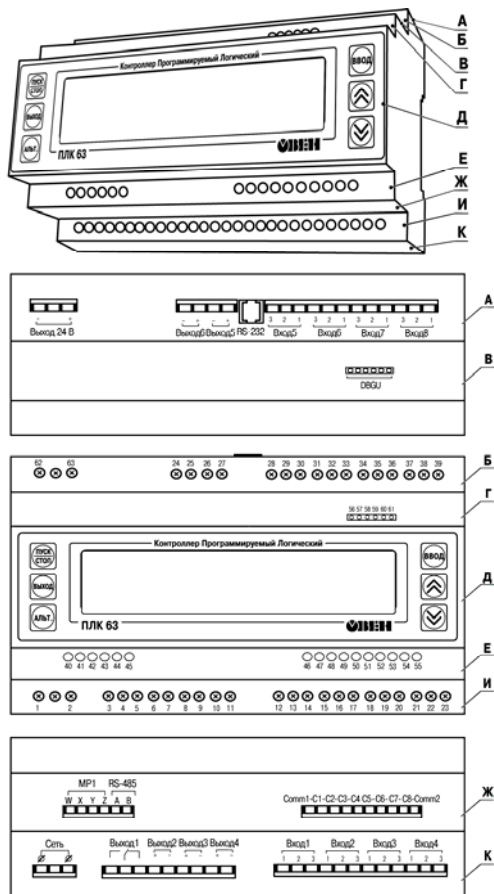

Рисунок 3.1 – Разъемные соединения, элементы индикации и управления контроллера ПЛК63
3.3.1 ПЛК63 имеет восемь цифровых (дискретных) входов. Контакты разъема выведены на клеммы, см. рисунок 3.1 (поверхности К, И). Номера контактов и расположение интерфейсных линий приведены в Приложении Г. Обработка значений с входов осуществляется пользовательской программой ПЛК.